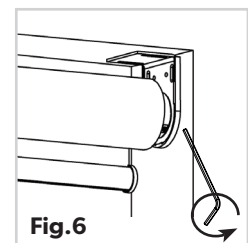

Fig.6
9. Por último, antes de utilizar la persiana, tiene que activar el mecanismo de resorte. Para ello, retire el tornillo de ajuste del lado derecho con la llave Allen y gírela hacia la izquierda hasta que lo haya aflojado del todo. Sentirá cómo el muelle se mueve ya que querrá replegar la persiana. (Fig.6)